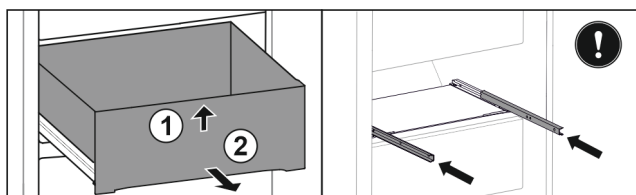

Fig. 45
- ▶ Predal spredaj dvignite. Fig. 45 (1)
- ▶ Predal vzemite ven v smeri naprej. Fig. 45 (2)